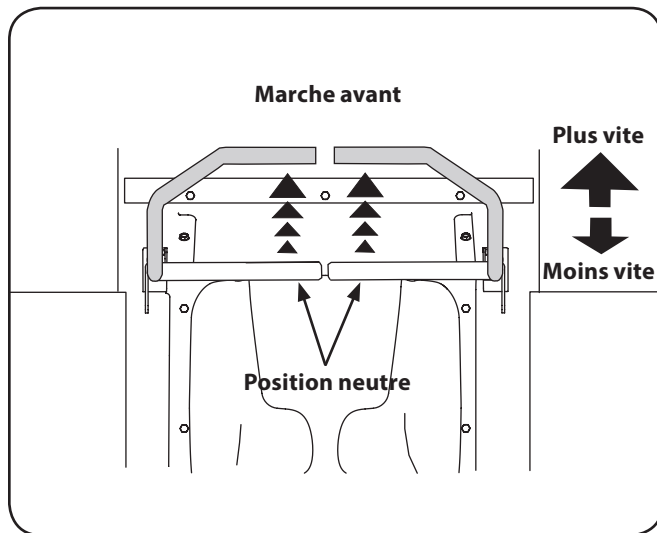

Figure 5-2
- Poussez les barres de conduite lentement et graduellement vers l'avant. L'appareil commencera à avancer. Voir Figure 5-2.